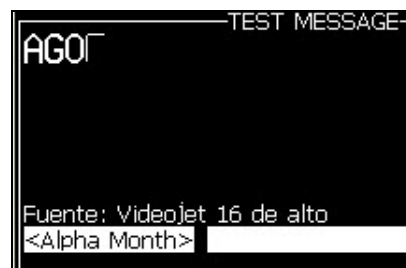

Figura 5-18: Campo de usuario - *Mes alfanumérico*
- 2 Seleccione el campo de usuario que necesite y pulse la tecla *Intro*. Por ejemplo, el *Mes alfanumérico* se muestra en la Figura 5-18.